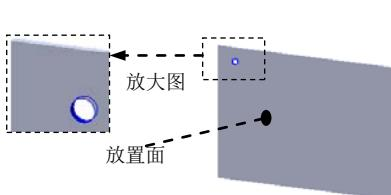
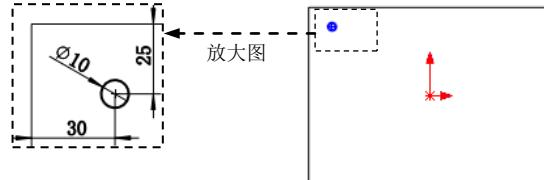

图 17.2.4 孔 1
图 17.2.5 尺寸约束
③ 在草图工具栏单击 命令，退出草图环境，此时系统弹出“凸台—拉伸”对话框。
(3) 定义凸台—拉伸深度属性。
- ① 定义深度方向。采用系统默认的深度方向。
- ② 定义深度类型和深度值。在“拉伸”对话框**方向1**区域的下拉列表中选择**给定深度**选项，在**尺寸**文本框中输入深度值 3.0。
- (4) 单击√按钮，完成凸台—拉伸 1 的创建。
Step3. 创建图 17.2.4 所示的零件特征——孔 1。
- (1) 选择下拉菜单**插入(I)** → **特征(E)** → **孔(H)** → **简单直孔(S)...**命令，系统弹出“孔”对话框。
(2) 定义孔的放置面。选取图 17.2.4 所示的模型表面为孔的放置面。
(3) 定义孔的参数。
① 定义孔的深度。在“孔”对话框中的**方向1**区域的下拉列表中选择**完全贯穿**选项。
② 定义孔的直径。在**方向1**区域的**尺寸**文本框中输入数值 10.0。
(4) 单击“孔”对话框中的√按钮，完成孔 1 的创建。
(5) 编辑孔的定位。
- ① 进入定位草图。在设计树中右击“孔 1”，从系统弹出的快捷菜单中单击编辑(E)按钮，进入草图环境。
- ② 创建尺寸约束。创建图 17.2.5 所示的尺寸，在草图工具栏单击尺寸(D)命令，退出草图环境。